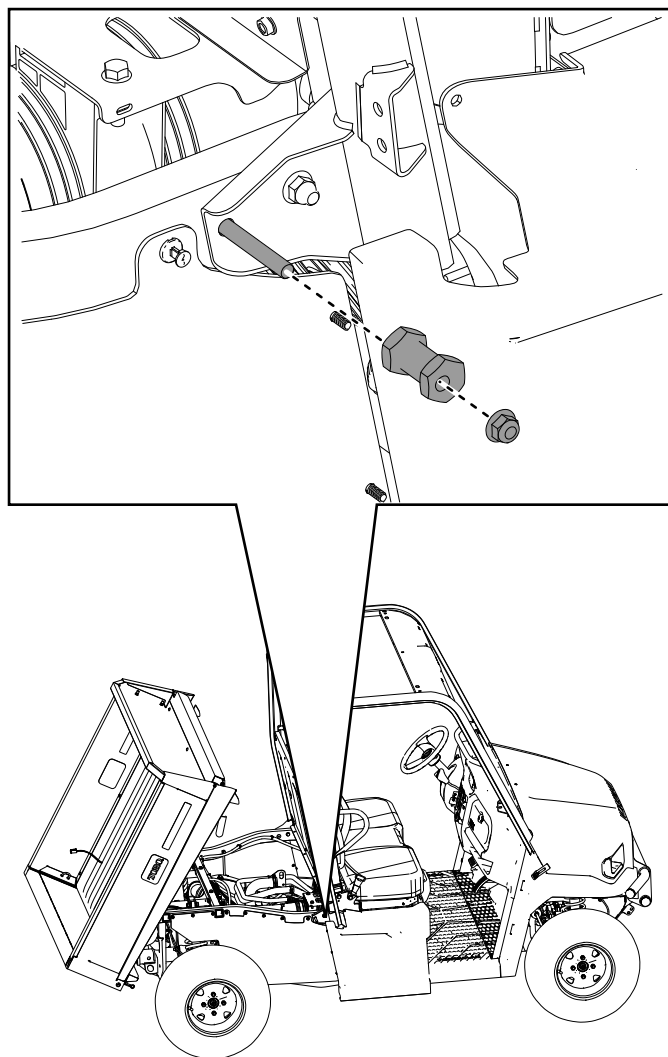

Figura 25
20. Instale las contratuercas que se retiraron anteriormente ($\frac{3}{8}$ ") y los toques de enganche en los tubos del bastidor trasero izquierdo y derecho (Figura 25).